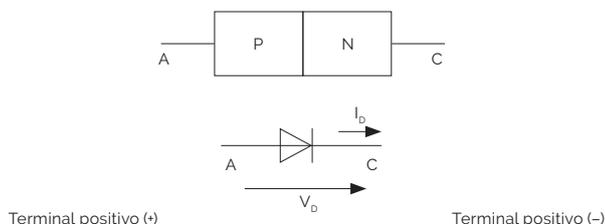

Figura 104. Símbolo de um diodo de junção e respetiva comparação com a junção PN.
O símbolo do diodo é apresentado na Figura 104. O lado P designa-se por ânodo (A) e o lado N por cátodo (C). O símbolo do diodo assemelha-se a uma seta com a direção do lado P para o lado N, ou seja, do ânodo para o cátodo. Esta seta indica o sentido convencional da corrente elétrica quando o diodo está polarizado diretamente.